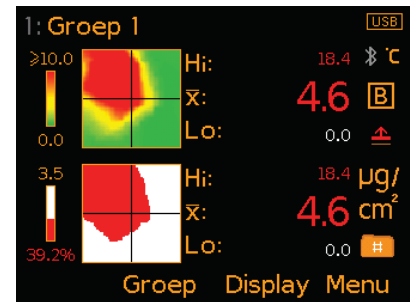

Fig. 8: Zoutdichtheidskaart & OK / Niet OK kaart
- **Zoutdichtheidskaart^a (Fig. 8);** Toont een visuele indicatie van de dichtheid van de zoutverontreiniging van het testgebied. Het niveau oplosbare zouten wordt geïllustreerd met groene en rode contouren; groen voor zeer lage zoutconcentraties of niet-verontreinigde gebieden; geel voor gebieden met middelmatige zoutconcentraties; rood voor gebieden met verontreinigingsniveaus die het ingestelde schaalbereik overschrijden.